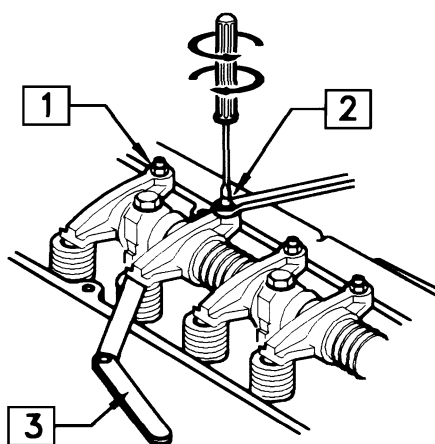

Fig. 7.2
### (3) Régler le jeu des soupapes. (Fig. 7.2)
culbuteur (1) et pendant que l'on tourne la vis de fixation (2), régler le jeu des soupapes avec une jauge (3) (Fig.7.2).